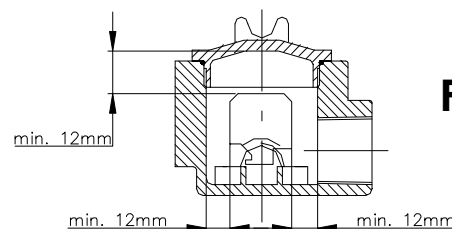

FIG. 1
- Oltre che mantenere le distanze minime indicate nel FIG. 1
- As well as keeping the minimum distances shown in FIG. 1